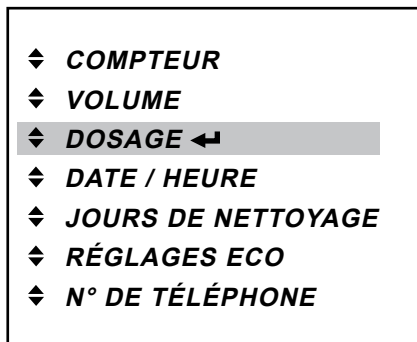

Fig. 35
1. Appuyez sur la touche d'entrée ◀, pour afficher le menu «DOSAGE» (fig. 35).